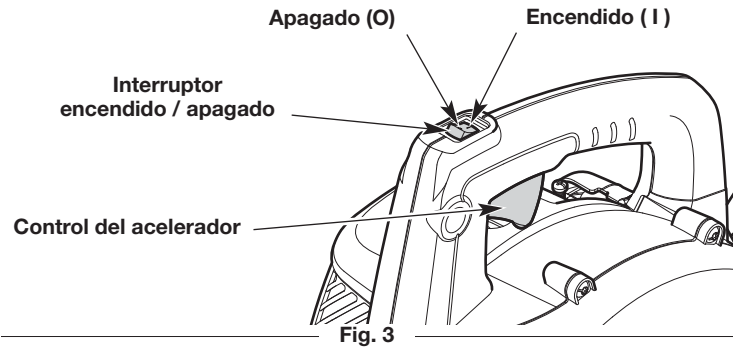

Fig. 3
NOTA: No es necesario encender la unidad. El interruptor de encendido/apagado está en la posición ENCENDIDO (1) en todo momento (Fig. 3).
NOTA: APRIETE y MANTENGA APRETADO el control del acelerador para **TODOS** los pasos subsiguientes (Fig. 3).
6. Apriete y mantenga oprimido el control del acelerador (Fig. 3). Tire de la cuerda de arranque con un movimiento firme y controlado **5 veces** (Fig. 5).
2. Oprima y mantenga apretado el interruptor de encendido/apagado en la posición **APAGADO (0)** hasta que el motor se pare por completo (Fig. 3).